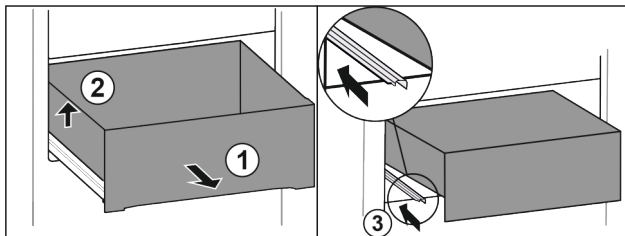

Fig. 184
- ▶ Vytáhněte zásuvku až na doraz. Fig. 184 (1)
- ▶ Nadzvedněte zásuvku vlevo. Fig. 184 (2)
- ▶ Zasuňte levou kolejničku. Fig. 184 (3)